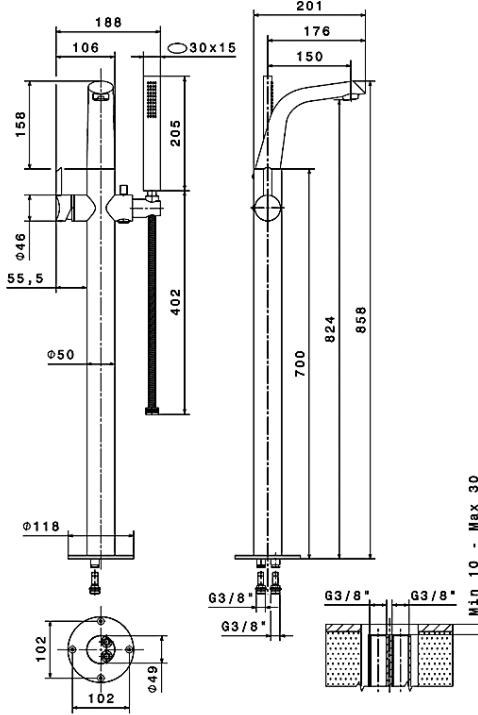

Рис. 1
1. Выберите место для установки смесителя и организуйте водорозетки горячего и холодного водоснабжения, опираясь на данные рис. 1.